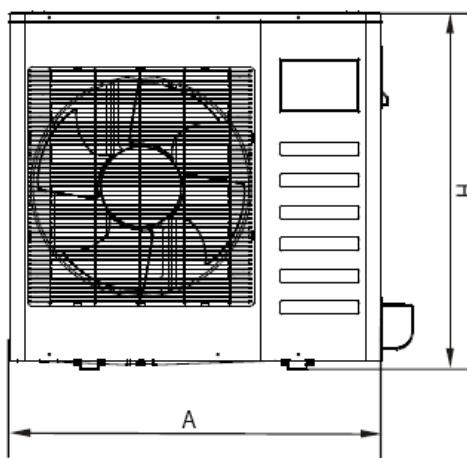
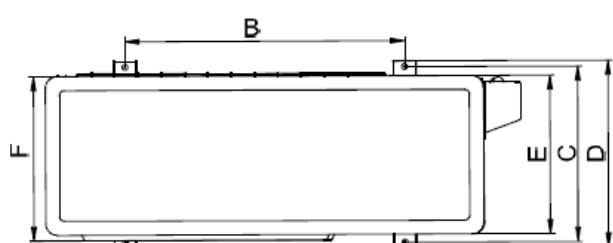

Fig. 6-2
Fig. 6-4
• Det minsta avståndet mellan utomhusenheten och hinder, som beskrivs i detta avsnitt, innebär inte detta, att samma regler gäller i ett lufttätt rum. I detta fallet, 2 av de 3 riktningar bör vara lediga från hinder (Se Fig. 6-4).
Se Fig. 6-2 Fig. 6-4